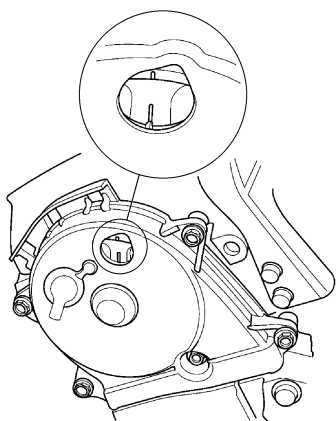

图 2-7 检查凸轮轴带轮标记
① 如果凸轮轴带轮标记在 TDC 位置，则转至步骤 17)。
② 如果凸轮轴带轮标记不在 TDC 位置，则拆下正时带并重复步骤 2) 到步骤 16)，见图 2-7。